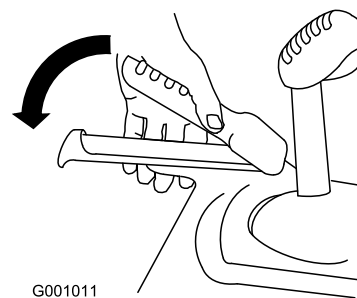

Figura 26
2. Innestate la leva della trazione e mantenetela in posizione (Figura 26).